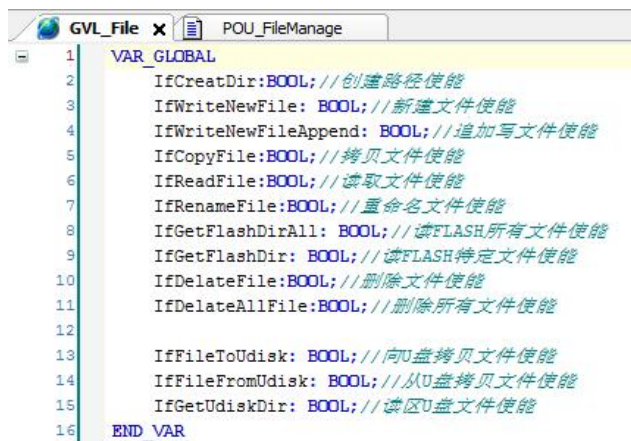

图4.5 定义全局变量列表
- 3) 在POU_FileManage中完成各模块程序功能主体的编写，鉴于要在主程序中来控制POU_FileManage中各模块功能，定义一个全局变量列表来实现(右击左侧设备栏“Application”，选择“添加对象”-“全局变量列表”，命名为GVL_File)，如图4.5所示；